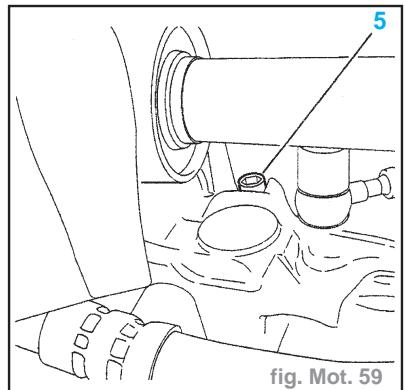

fig. Mot. 59
- Vidanger le moteur en déposant le bouchon (**5**) (fig. Mot. 59).